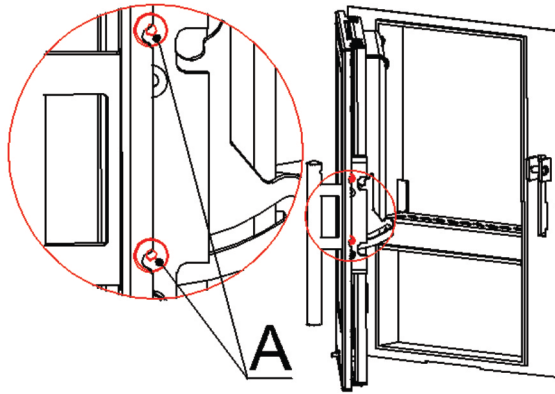

Abb. 2
- **Herd aufstellen (Abb. 2):**
Öffnen Sie nun die Feuertür und Lösen Sie die zwei Senkkopfschrauben (A) mit Hilfe eines Inbus-Schlüssels (Abb. 2), es lässt sich nun der Griff entfernen. Als letztes entfernen Sie jeweils die zwei Schrauben (B) (Torx TX10), an der Ober- und der Unterseite der Feuertür (Abb. 3). Vorsicht die Blende samt Scheibe, darf nicht auf den Boden fallen! Auch hier gilt es für die Reinigung der Glasscheiben nur schonende Reinigungsmittel zu verwenden. Der Zusammenbau erfolgt in umgekehrter Reihenfolge.